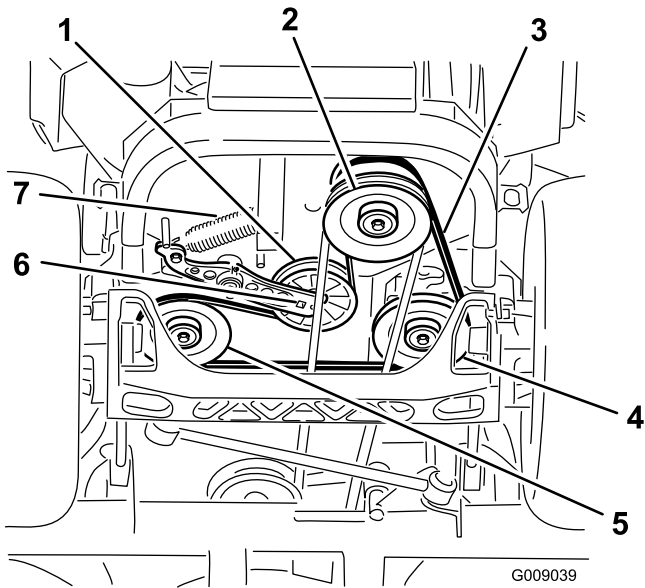

Figura 75
- Levante la máquina y apóyela sobre gatos fijos (Figura 75).
5. Utilice una llave de carraca en el taladro cuadrado del brazo tensor para retirar el muelle tensor (Figura 75).
6. Desenganche el muelle de la polea tensora del bastidor (Figura 75).
9. Utilizando la llave de carraca en el taladro cuadrado del brazo tensor, instale el muelle tensor en el bastidor (Figura 75).